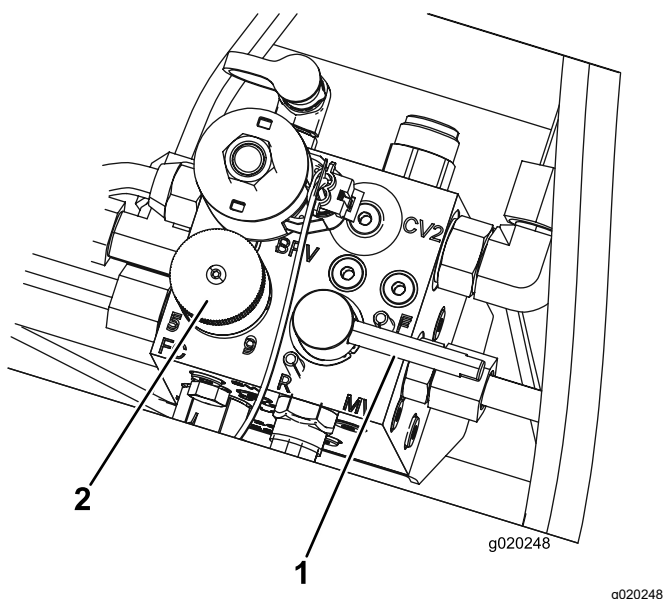

Figura 81
5. Ponga el control de velocidad del molinete en la posición 1 (Figura 81).
6. Mueva la palanca de autoafilado a la posición R (autoafilado) (Figura 81).